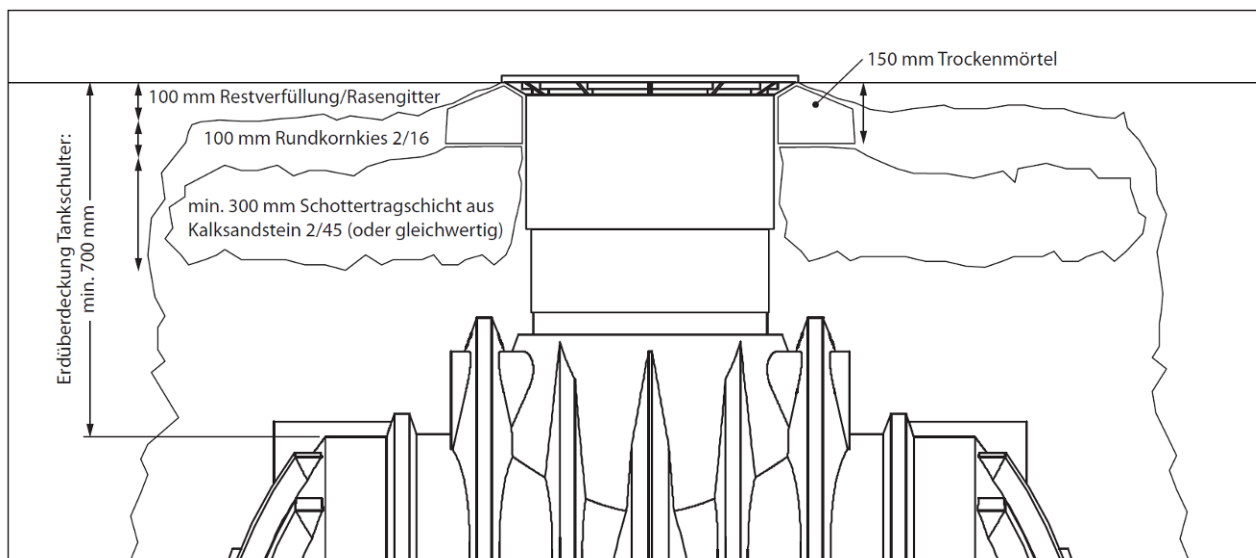

Abbildung 2: Bauseitige Herstellung eines PKW-befahrbaren Überbaus mit Teleskopdom
**PKW-befahrbarer Teleskopdom:** max. 600 kg Radlast (niedrige Geschwindigkeit/Parkfläche, Mindesterdüberdeckung der Tankschulter (Hü) = 700 mm ==> siehe Abbildung 2).
In ==> Abbildung 2 sind die verschiedenen Schichten am Beispiel eines Atlantis 4000 L Erdtanks dargestellt.